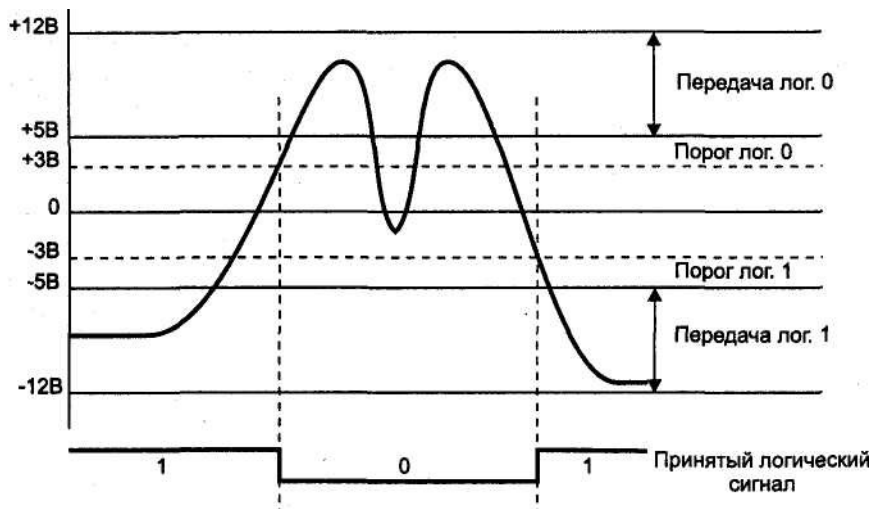

Рис. 2.3. Прием сигналов RS-232C
Стандарт *RS-232C* описывает несимметричные передатчики и приемники — сигнал передается относительно общего провода — схемной земли (симметричные дифференциальные сигналы используются в других интерфейсах — например, *RS-422*). Интерфейс *не обеспечивает гальванической развязки* устройств. Логической единице соответствует напряжение на *входе приемника* в диапазоне от -12 до -3 В. Для линий управляющих сигналов это состояние называется *ON* («включено»), для линий последовательных данных — *MARK*. Логическому нулю соответствует диапазон от +3 до +12 В. Для линий управляющих сигналов состояние называется *OFF* («выключено»), а для линий последовательных данных — *SPACE*. Диапазон от -3 до +3 В — зона нечувствительности, обуславливающая гистерезис приемника: состояние линии будет считаться измененным только после пересечения порога (рис. 2.3). Уровни сигналов на выходах передатчиков должны быть в диапазонах от -12 до -5 В и от +5 до +12 В для представления единицы и нуля соответственно. Разность потенциалов между схемными землями (SG) соединяемых устройств должна быть менее 2 В, при более высокой разности потенциалов возможно неверное восприятие сигналов.